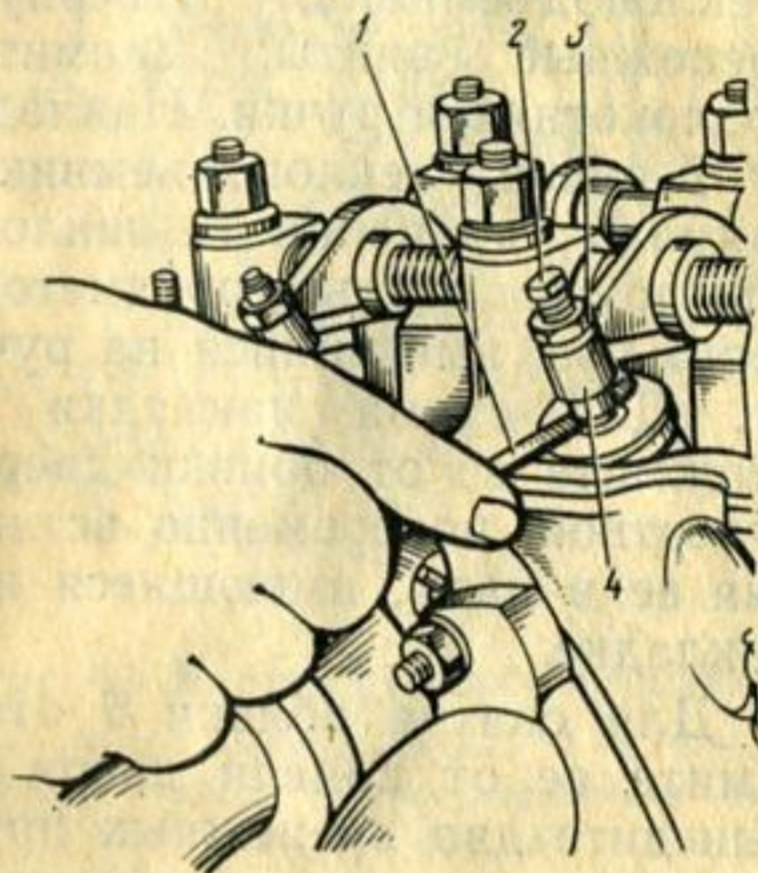

Рис. 44. Проверка зазора между торцами наконечника нажимного болта коромысла и стержня клапана: 1 — щуп; 2 — нажимной болт; 3 — контргайка; 4 — наконечник
3. Проверьте плоским щупом 1 (рис. 44) зазоры между